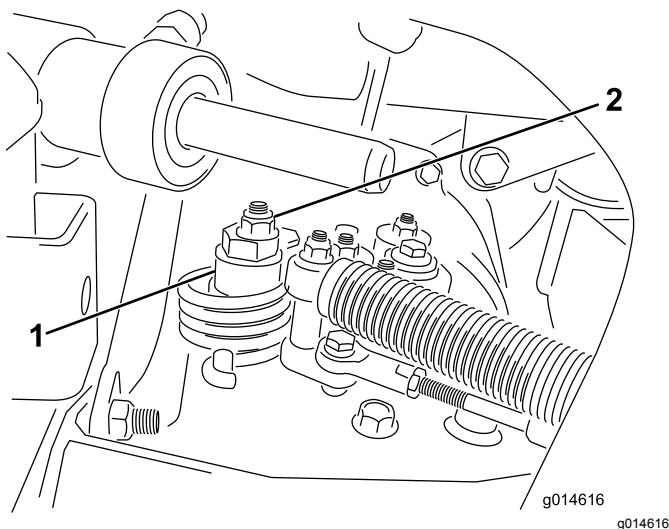

Figure 47
- A. Desserrez l'écrou de fixation de l'excentrique en haut de l'hydrostat (Figure 47).
- C. Tournez l'excentrique jusqu'à ce que la roue ne tourne plus dans aucune direction. Lorsque la roue arrête de tourner, serrez l'écrou pour bloquer l'excentrique et le réglage (Figure 47). Vérifiez le réglage avec la commande d'accélérateur en position Bas régime, puis Haut régime.